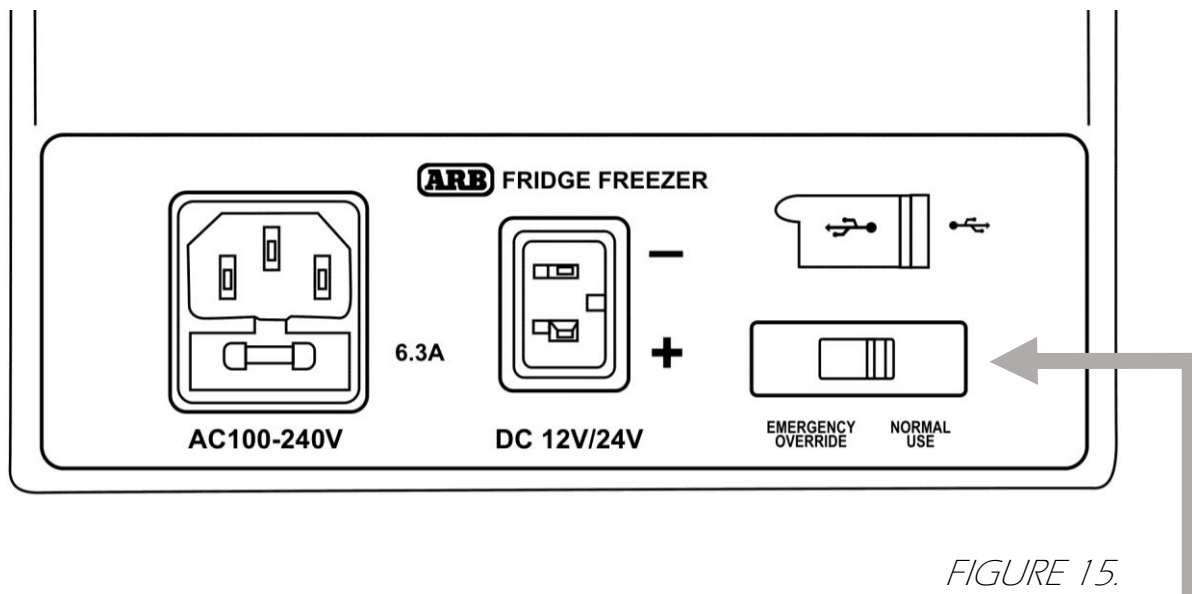

FIGURE 15.
- Faites glisser l'interrupteur d'urgence d'UTILISATION NORMALE (NORMAL USE) à UTILISATION D'URGENCE (EMERGENCY OVERRIDE) (voir Figure 15).